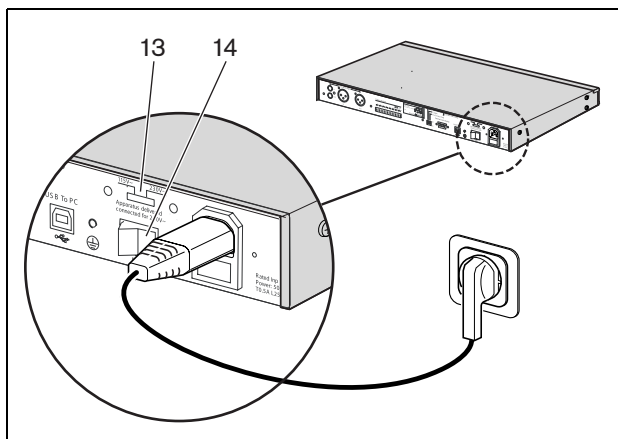

Abbildung 3.8: Netzkabel
- 1 Der Ein-/Aus-Schalter (14) an der Rückseite des Timers muss unbedingt auf "O" gestellt sein (siehe Abbildung 3.8).
- 2 Sorgen Sie stets dafür, dass der Netzspannungswähler (115/230 V) (13) korrekt entsprechend der Netzspannung vor Ort eingestellt ist (siehe Abbildung 3.8).
- 3 Verbinden Sie den Timer über das Netzkabel mit dem Stromnetz (siehe Abbildung 3.8).